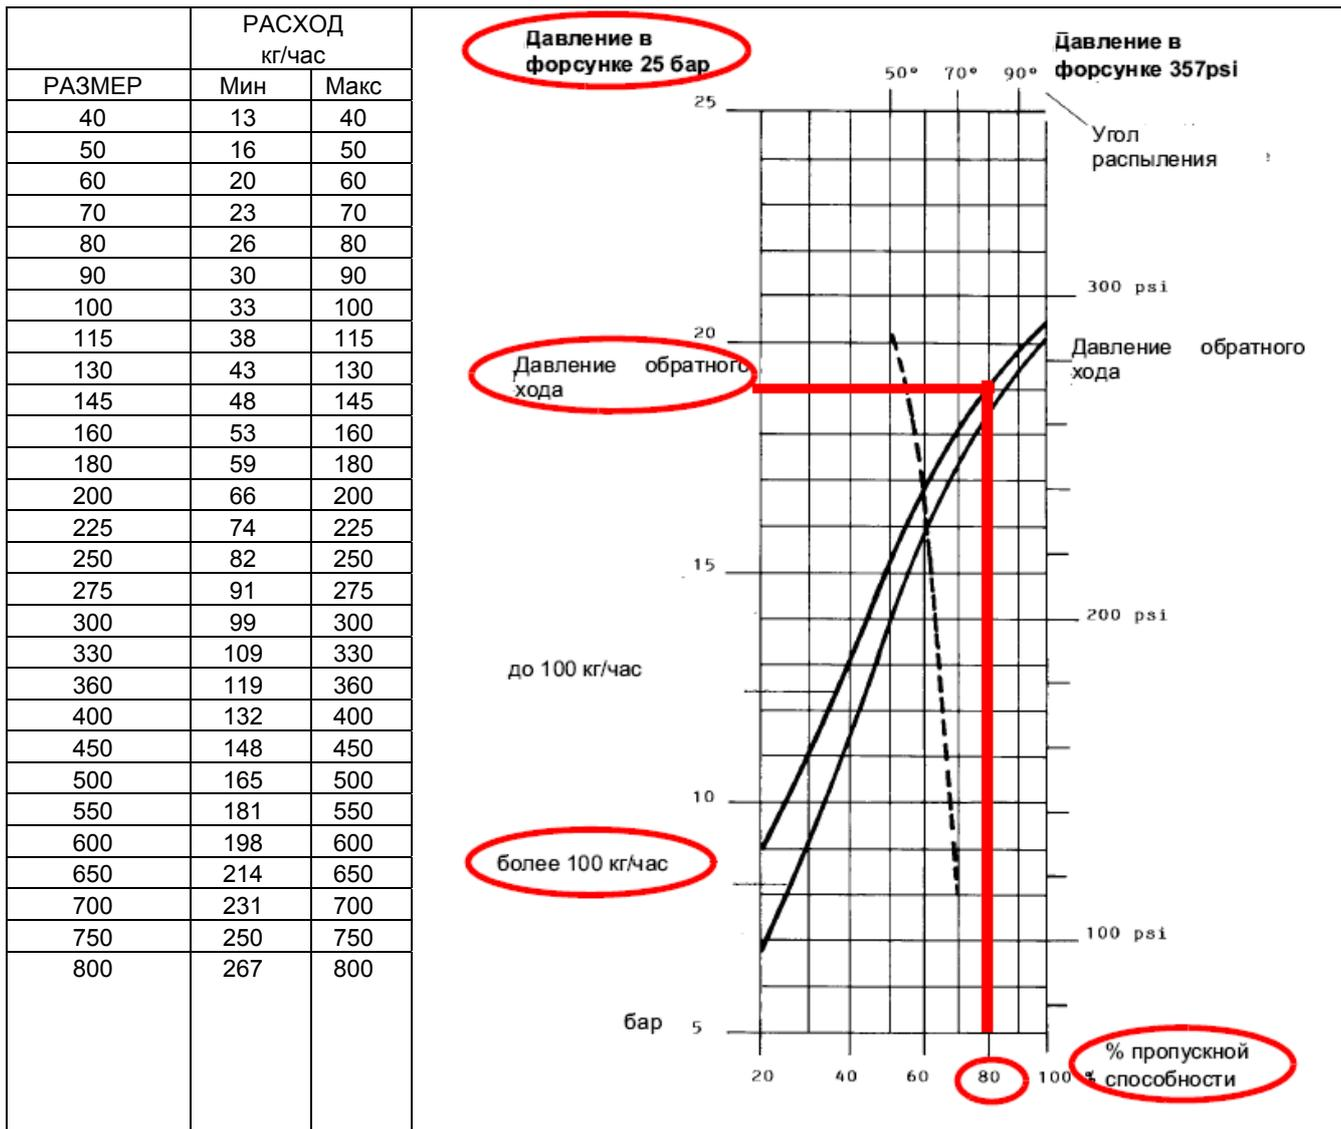

Рис. 8
Расход дизельного топлива регулируется за счет выбора форсунки (противопоточного типа), соответствующего мощности котла и типу применения размера, а также регулировки давления на прямом и обратном ходе жидкого топлива, согласно данным, указанным в таблице и на графике на Рис. 8/10 (для считывания давления - читайте последующие параграфы).
**Пример (Fluidics):** 80% номинального расхода на форсунке можно получить, если установлены форсунки с расходом более 100 кг/час, при давлении на обратном ходе примерно равном 18 бар (см. график на Рис. 8).